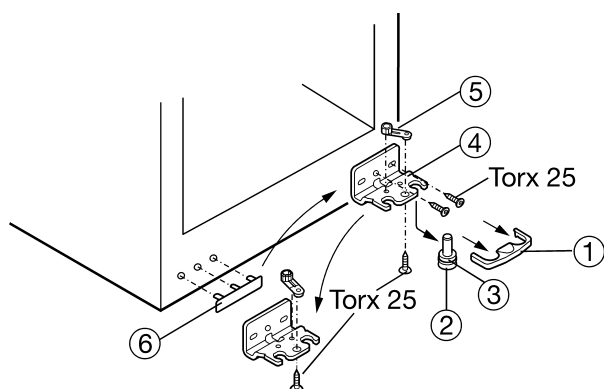

Fig. 4
- ▶ Drag bort nedre täckbrickor Fig. 4 (1) framåt.
- ▶ Drag ur lagerbulten Fig. 4 (2) neråt och framåt. Var därvid noga med gångjärnsbussningen Fig. 4 (3).
- ▶ Skruva bort lagerbocken Fig. 4 (4).
- ▶ Skruva bort lagerdelen Fig. 4 (5) och flytta den till motstående monteringshål och skruva fast den.
- ▶ Lyft försiktigt täckbrickan Fig. 4 (6) på handtagssidan och flytta den till motsatta sidan.
- ▶ Skruva fast lagerbocken Fig. 4 (4) på den nya gångjärnssidan, eventuellt med hjälp av en skruvdragare, i det yttre avlånga och runda hålet.
- ▶ Sätt tillbaka lagerbulten Fig. 4 (2) med gångjärnshylsan Fig. 4 (3) i lagerbocken och sätt tillbaka dörrlagret.
- ▶ Rätta eventuellt in dörren till skåpet via de båda avlånga hålen i lagerbocken *Fig. 4 (4)*, drag sedan fast skruvarna.
- ▶ Sätt på täckbrickan *Fig. 4 (1)* igen.